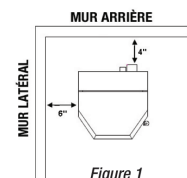
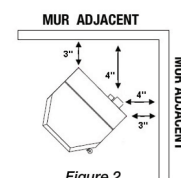

Figure 1
Figure 2
Le poêle doit être installé avec un dégagement minimal des matériaux inflammables des murs latéraux et arrière. Consultez la fig.1 pour l'installation verticale et la fig.2 pour l'installation verticale en coin.
1. Placez le poêle tel qu'illustré à la fig. 1 & 2 et respectez le dégagement spécifié à la fig. 3.
6. Placez le poêle selon le dégagement spécifié à la fig.1 & 2.
2. Placez le poêle selon le dégagement spécifié à la fig.1 & 2. Marquez le centre du trou à percer dans la maçonnerie de la cheminée pour le tuyau.